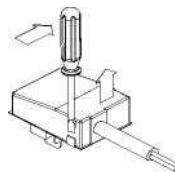

Abb. 10
- Откройте клеммную колодку, **рис. 10**;